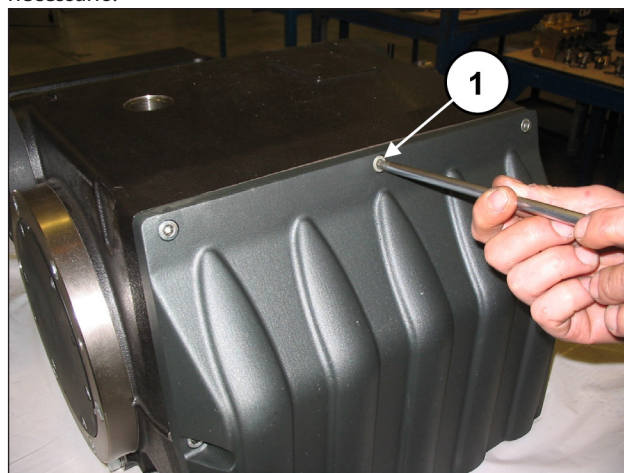

Fig. 9
Svitare le viti di fissaggio coperchio carter (pos. ①, Fig. 9) e rimuoverlo. Sfilare l'O-ring e sostituirlo qualora fosse necessario.